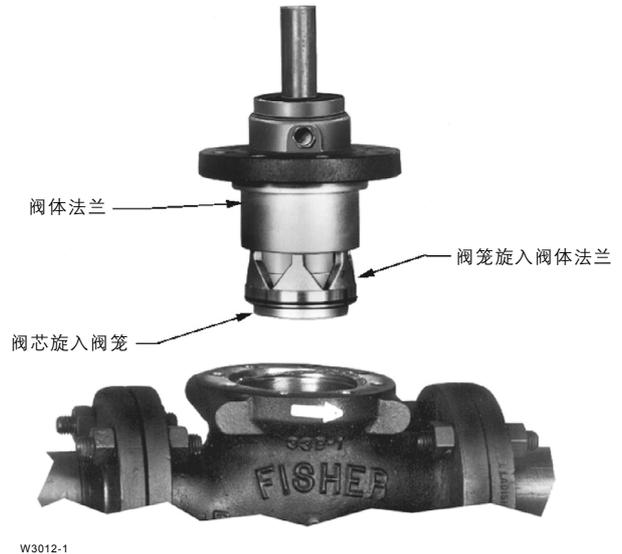

图 3. 可移动密封组件
如果要更换整个阀内件组件（图3），请执行此步骤。整个的主阀及其阀内件组件的标号请参见图6。
1. 从 1098-EGR 型主阀执行机构的顶部拆下供压导管。取下螺栓或双头螺栓（标号3）。将阀体法兰（标号2）从主阀体（标号1）上撬松，并取出阀内件组件（图3）。